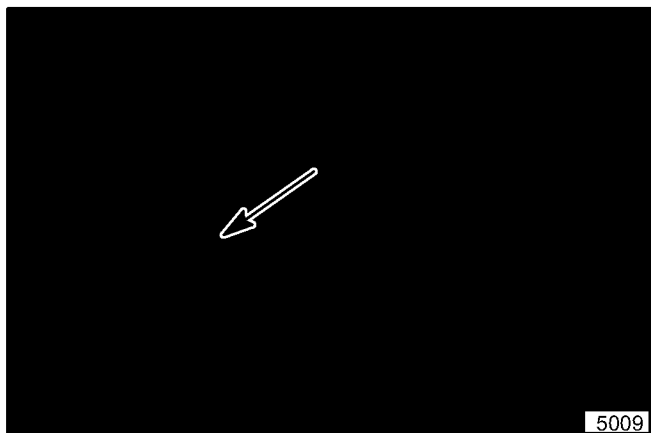

Figure 3. Levier de serrage du porte-lames (côté gauche montré)
6. Déplacer les leviers de serrage du porte-lames (côtés gauche et droit) vers l'arrière de l'appareil pour relâcher le verrouillage du porte-lames (voir la figure 3).